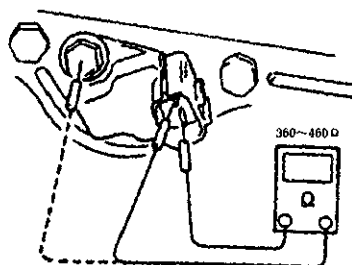

图 2-80 测量曲轴位置传感器电阻值
(1) 拆开蓄电池负极电线。
(2) 断开传感器插接件。从油底壳上拆下曲轴位置传感器。
(3) 如图 2-80 所示,测量曲轴位置传感器每个插头间电阻值应为 $360 \sim 460\Omega/20^\circ\text{C}$ 。测量每个插头与接地电阻值应为 $1\text{M}\Omega$ 以上。